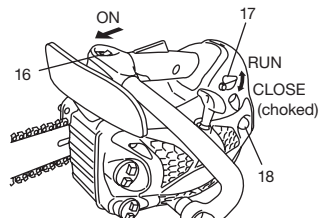

Fig. 10
## Arranque (Fig. 10, 11)
1. Fijar la llave de ignición (16) en la posición ON (encendida). \*Empujar varias veces el bulbo cebador (18) de manera que el combustible fluya a través del bulbo hacia el carburador. (Si está provisto) (Fig. 10)
- Empuje la palanca del estrangulador ("choke") (17) hacia abajo a la posición estrangulada. Esto cerrará el regulador de estrangulación automáticamente en la posición de arranque. (Fig. 10)
- Tirar enérgicamente del arrancador de recuperación, tomando la precaución de mantener la manija bien sujeta evitando que salte de las manos. (Fig. 10)
- Cuando usted escucha el sonido del motor que quiere arrancarse, con el activador de seguridad (19) apretado tirando el activador de estrangulación (20). Ello hará pasar el acelerador de la posición de arranque a la posición de marcha y retornará automáticamente la palanca del estrangulador a la posición de marcha. (Fig. 10, 11)